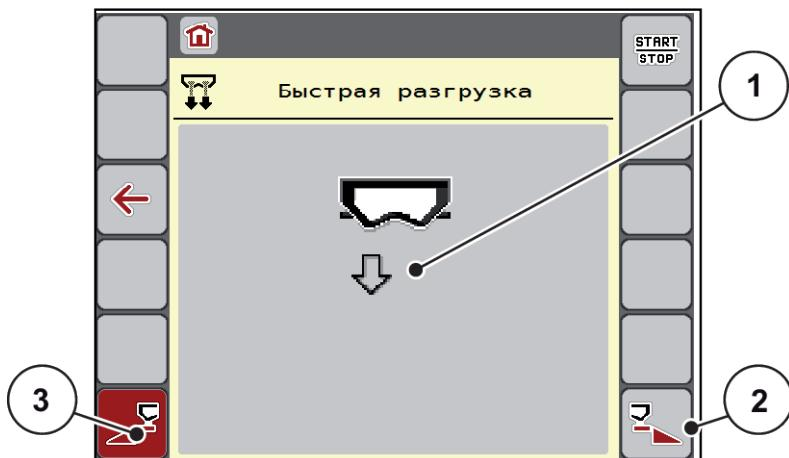

Рис. 20: Меню Быстрая разгрузка
- На дисплее отобразится выбранная секция в виде символа (Рис. 20, позиция [3]).*